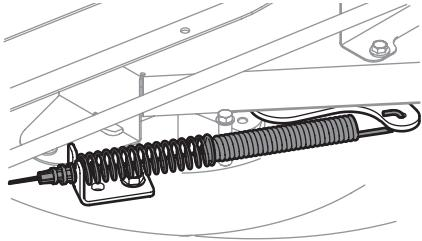

Figure 31
8. Écartez le câble de la prise de force de l'arrière du plateau de coupe en retirant la goupille-épingle qui le retient. Retirez le ressort du support de la poulie de tension du plateau de coupe. Voir la Figure 31.